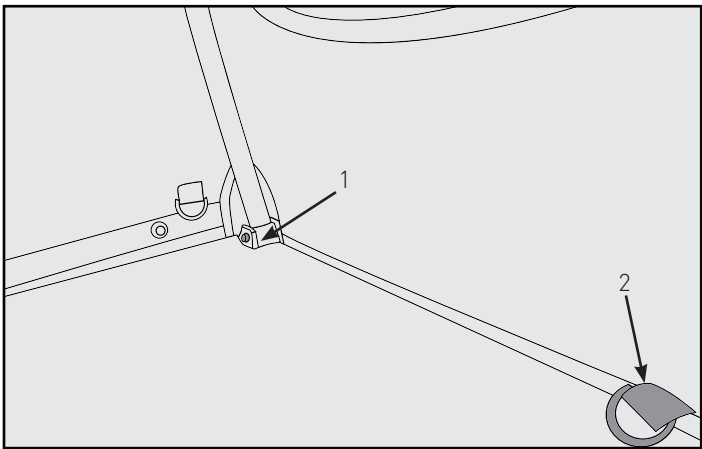

Figure 15
3. To install floor, insert rear of floor under nuts in trailer rear and under D-rings on trailer sides. In front corners, snap floor under front nuts. (Figure 15)
3. Pour installer le fond, placez la partie arrière sous les écrous de l'arrière de la remorque et sous les anneaux d'arrimage situés sur les côtés de la remorque. Sur les côtés avant, faites pivoter le fond sous les écrous avant. (Figure 15)
3. Um den Boden einzubauen, stecken Sie die Rückseite des Bodens unter die Muttern in der Rückseite des Anhängers und unter die D-Ringe an den Anhängerseiten. Lassen Sie den Boden an den vorderen Ecken unter den vorderen Muttern einrasten. (Abb. 15)